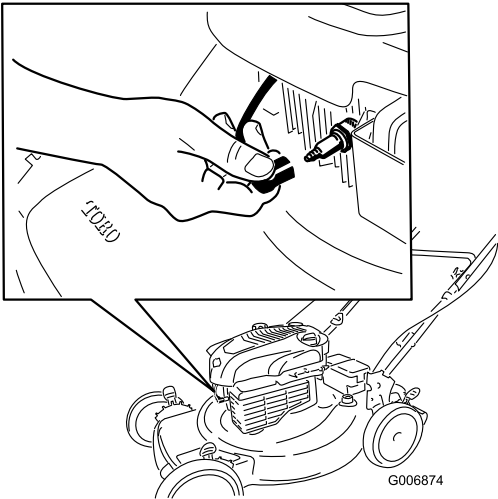

Figura 27
2. Desconecte el cable de la bujía y engánchelo en el poste de retención (Figura 27) antes de realizar cualquier procedimiento de mantenimiento.